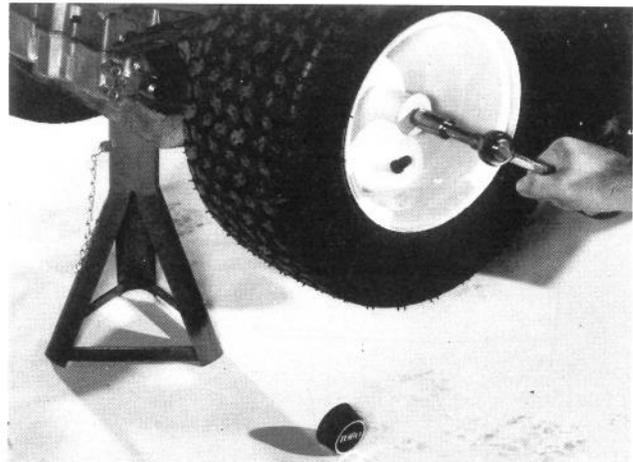

Fig. 31
4. Déposer le boulon à tête de l'essieu (Fig. 31).